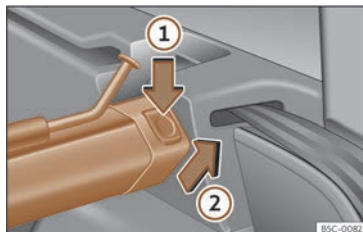

Fig. 135 Dans le coffre à bagages : démonter le filet de séparation.
- Appuyez sur la touche de déverrouillage gauche ou droite »» fig. 135 dans le sens de la flèche (1).
- Retirez la structure du support dans le sens de la flèche »» fig. 135 (2).
- Appuyez sur la structure sur les supports gauche et droit dans le sens contraire à la flèche»» fig. 135 ② jusqu'à ce qu'elle s'enclenche.